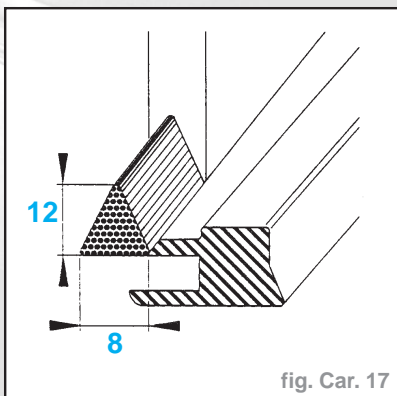

fig. Car. 17
- Déposer le cordon de colle sur toute la périphérie de la lunette arrière (fig. Car. 17).